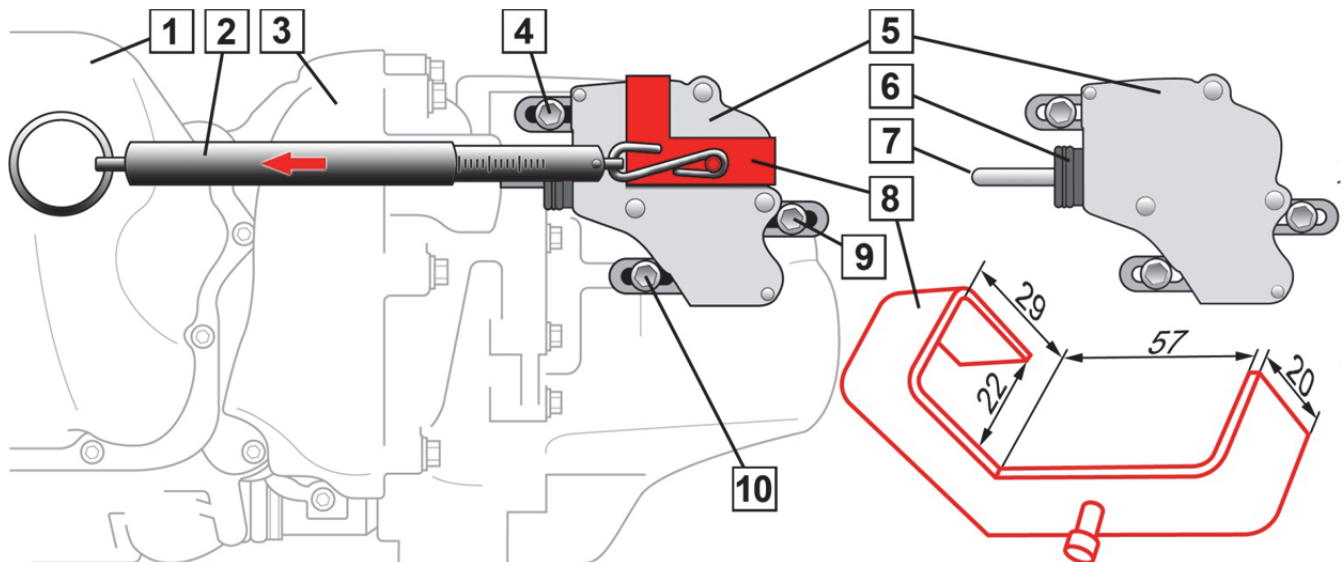

Bild 1: Kopplingsaktuator med fjädervåg för inställning av förspänningskraften: smart fortwo (450)
1. Placera kopplingsaktuatorn (5) så att stöten (7) ligger säkert mot stöthållaren på kopplingsarmen.
4. Sätt specialverktyget (8) på kopplingsaktuatorn (5).
5. Haka i fjädervågen (2) i specialverktyget (8) och spänn i pilens riktning (bild 1).
6. Haka i fjädervågen (2) i specialverktyget (8) och spänn i pilens riktning (bild 1).